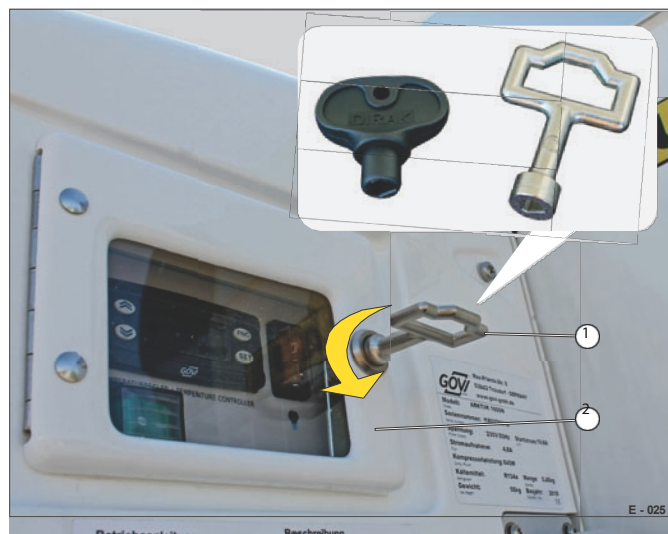

Fig. 25 Desbloquear o painel de controlo
Pessoas não autorizadas não podem ter acesso direto ao painel de comando do condicionador de ar! O painel de controlo deve ser travado com a aba de proteção (Fig. 25/2) após ligar/desligar o condicionador de ar.
- ▶ Introduzir a chave de caixa (Fig. 25/1) no orifício.